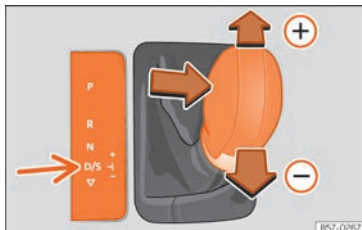

Abb. 216 Hebel in Tiptronic-Stellung.
- Drücken Sie den Hebel nach vorn (+) oder zurück (-), um hoch- oder herunterzuschalten »» **Abb. 216**.